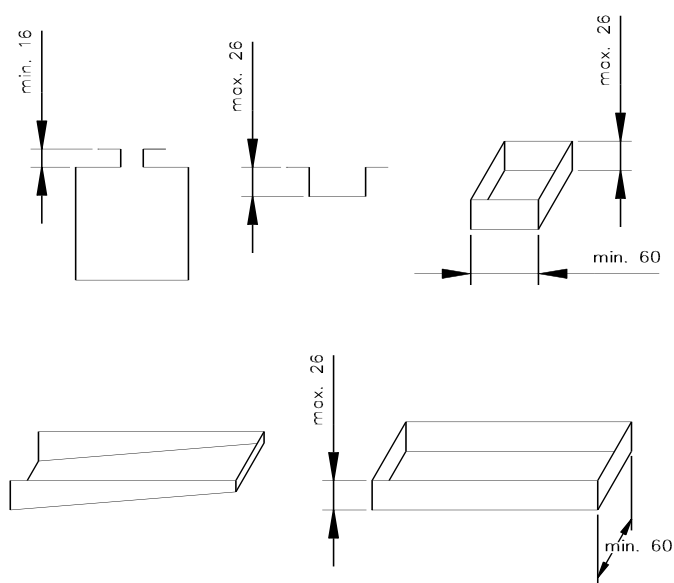

Fig.: 2.3 Muligheder for buk
For at udnytte nogle af de mange muligheder, **HM** kantbukkeren giver mulighed for (se *fig.: 2.3*), kan det være nødvendigt at afmontere et eller flere af segmenterne (3) i overvangen.